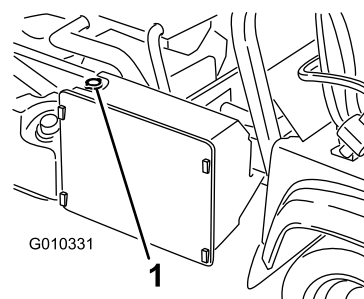

Figura 54
- Îndepărtați capacul radiatorului (Figura 54).
- Scoateți capacul rezervorului (Figura 54).
7. Completați nivelul de lichid din radiator i montați capacul (Figura 54).